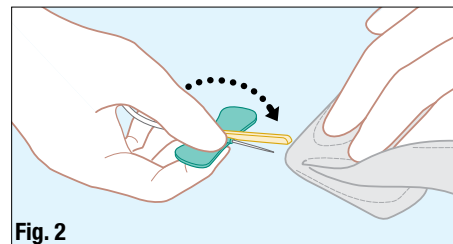

Fig. 2
- Faites basculer la gaine de sécurité vers l'aiguille. Prenez les ailettes en plaçant votre pouce par-dessus la gaine et votre index sous les ailettes. Retirez complètement l'aiguille du point de ponction et appliquez une pression sur ce point avec un tampon de gaze stérile (**fig. 2**).